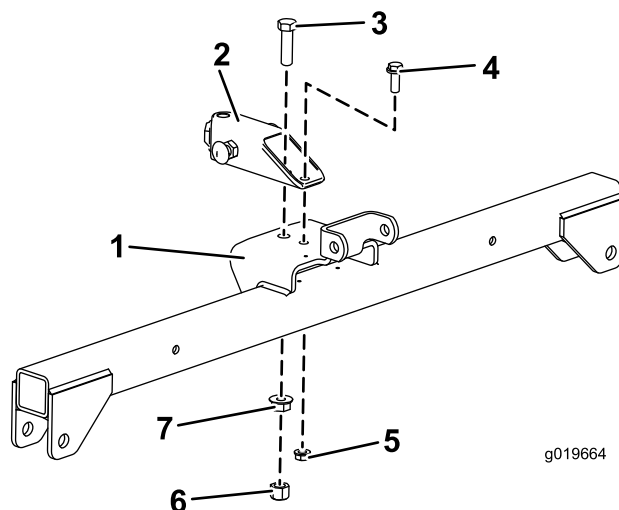

图4
2. 用螺栓 $\frac{1}{2} \times 1\frac{3}{4}$ 英寸、凸缘头螺母 $\frac{1}{2}$ 英寸和六角螺母 $\frac{1}{2}$ 英寸将挂钩管松地安装到吊架组件 图4 的前孔。